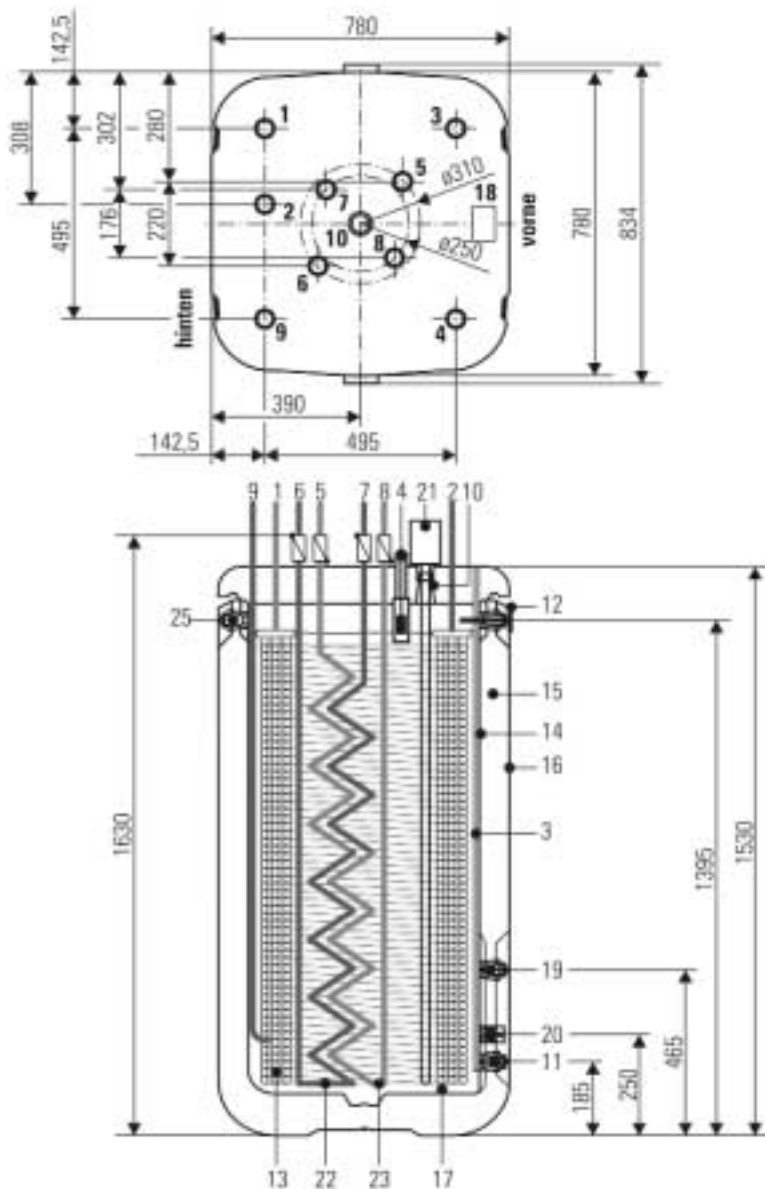

Bild 1: Anschlussmaße und schematischer Aufbau
Beim heizungsseitigen Anschluss des Sanicube PEX ist unbedingt auf eine fachgerechte Entlüftung der Speicherladeleitung zu achten (z. B. Automatik-Entlüfter auf den Anschlüssen 5-8 von Bild 1).
1. Wenn ein Elektroheizstab eingesetzt wird (optional), sollte dieser als erstes in die Deckelöffnung (Bild 1, Pos.10) eingeschraubt werden.
8. Überlauf-Abflussleitung mit freiem Auslauf an Überlauf-Anschluss (s. Bild 1, Pos. 25) anschließen
9. Den Speicherbehälter mit Kaltwasser über die Füllöffnung (Bild 1, Pos. 9) bis zur >Min<-Markierung des Füllstandsanzeigers (Bild 1, Pos. 4) befüllen.
Wird der SANICUBE PEX mit einem Heizkessel aufgeheizt, so kann üblicherweise die kessel-eigene Regelung zur Steuerung des Ladevorgangs verwendet werden. Dabei wird der dazu gehörende Brauchwasserfühler direkt (ca. 1 m tief) in die Fühlertauchhülse (Bild 1, Pos. 3) des SANICUBE PEX geschoben. Auf guten Kontakt zur Fühlertauchhülse ist zu achten, z. B. mit einer Anpressfeder.
Alle Heizstabtypen haben ein Einschraubgewinde R 1 1/2". Der Heizstab muss vor allen Installationsarbeiten in das im Zentrum des Speicherbehälters liegende Gewinde eingeschraubt werden (Bild 1, Pos. 10).